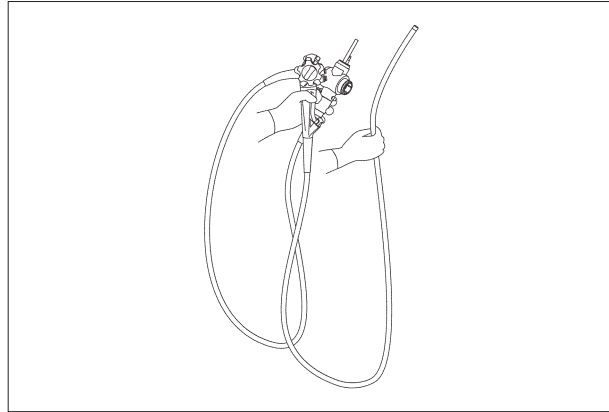

Рис. 4.7
3. Во время переноски эндоскопа в руках, сверните универсальный кабель в петлю и удерживайте коннектор эндоскопа вместе с блоком управления в одной руке, а дистальный конец вводимой трубки - надёжно, но без излишнего сжатия удерживайте в другой руке (см. рис. 4.7).